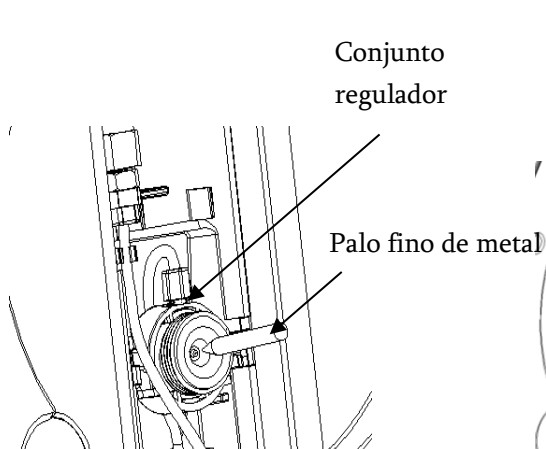

Figura 31
1. Primero, retire la arandela de sellado con una pequeña varilla de metal (como se muestra en la figura 31) y saque la sonda perforada del cartucho. Tenga cuidado de no dañar otras partes del regulador.